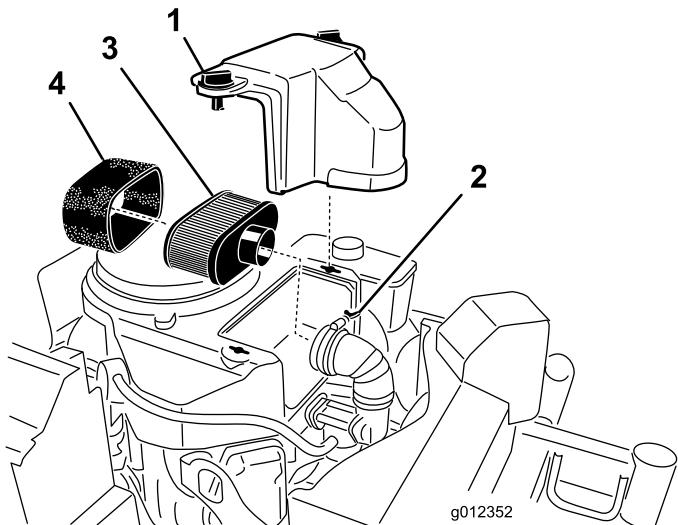

Figura 41
- Limpie alrededor del limpiador de aire de forma que la suciedad no penetre en el motor y cause daños (Figura 41).
- Desenrosque los pomos de la cubierta y retire la cubierta del limpiador de aire (Figura 41).
- Desatornille la abrazadera y retire el conjunto del limpiador de aire (Figura 41).
- Retire cuidadosamente el filtro de gomaespuma del filtro de papel (Figura 41).
- Cambie el elemento de papel si está dañado (Figura 41).
- Deslice cuidadosamente el filtro de gomaespuma sobre el filtro de papel (Figura 41).
- Coloque el conjunto del limpiador de aire sobre la base o la manguera y sujetelo (Figura 41).
- Coloque en su posición la cubierta del limpiador de aire y apriete el pomo de la cubierta (Figura 41).